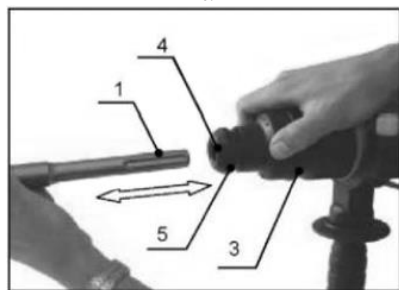

Рис. 3
2. Издърпайте заключващата втулка назад (поз. 3, рис. 3)
3. С едновременно въртене поставете накрайника в инструменталното гнездо (поз. 4, рис. 3), докрай.
6. Проверявайте дали капачката за прах е изправна (поз. 5, рис. 3).
За да извадите накрайника, издърпайте заключващата втулка (поз. 3, рис. 3) назад и издърпайте накрайника.